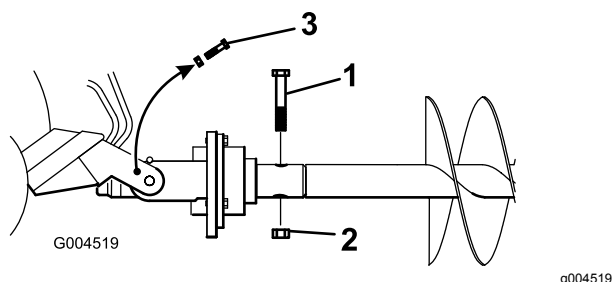

Figure 8
10. Fixez la tarière à la tête d'entraînement avec un boulon ($\frac{7}{8}$ " x $4\frac{1}{2}$ ") et un écrou ($\frac{7}{8}$ "), comme montré à la Figure 8.